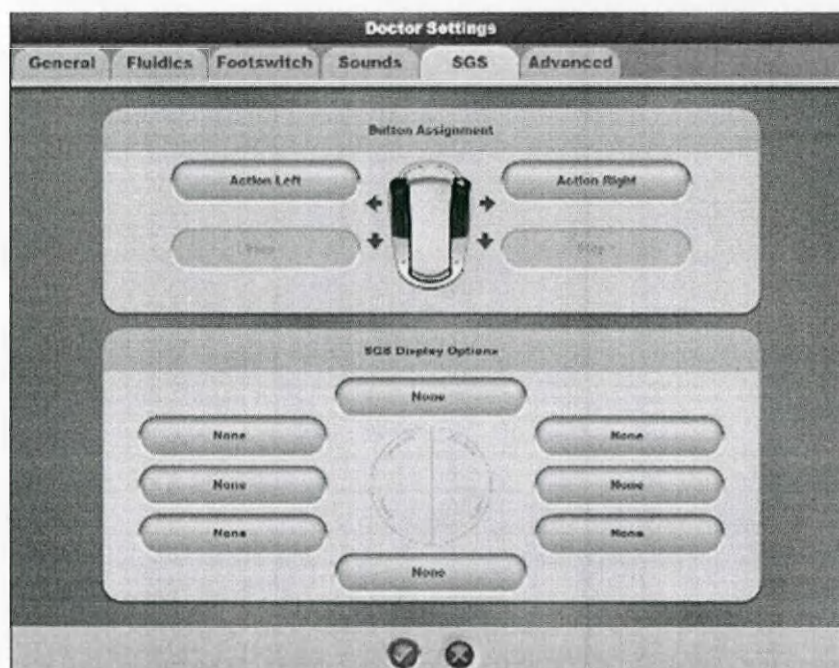

Рисунок 209. Настройки ножной педали CENTURION
- На этапах «Афакичное измерение» и «Псевдофакичное измерение» будет происходить инициирование мобильной платформы ORA на выполнение соответствующих измерений. Для выполнения внутренних этапов системы ORA при помощи ножной педали CENTURION необходимо соответствующим образом настроить кнопку *Action Right* (Действие вправо) на вкладке *Doctor Settings' SGS* (SGS-настройки врача) на экране системы CENTURION (Рисунок 209).